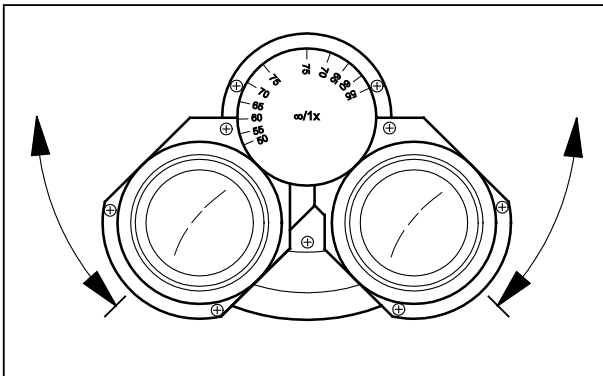

Bild 29 Okularabstand einstellen
- Okularabstand (Pupillendistanz) durch symmetrisches Schwenken der beiden Okularstutzen gegeneinander an den individuellen Augenabstand des Beobachters anpassen (Bild 29).